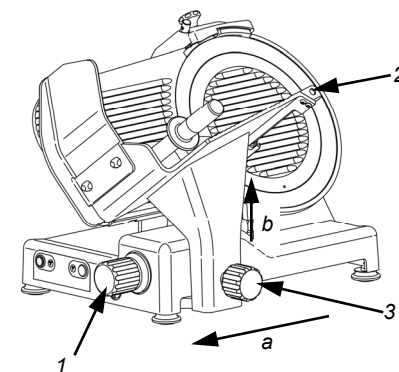

Abb. 46
- den nummerierten Drehgriff auf "0" stellen (1 - Abb. 46);
- Den Wagen (2) ganz zurück schieben(a), zur Druckknopfplatte hin; den Festklemmdrehgriff (3) des Tellers etwas abschrauben und den Wagen zu sich hin drücken, dann den Feststeldrehgriff ganz abschrauben und den Wagen nach oben abheben (b - Abb.46);